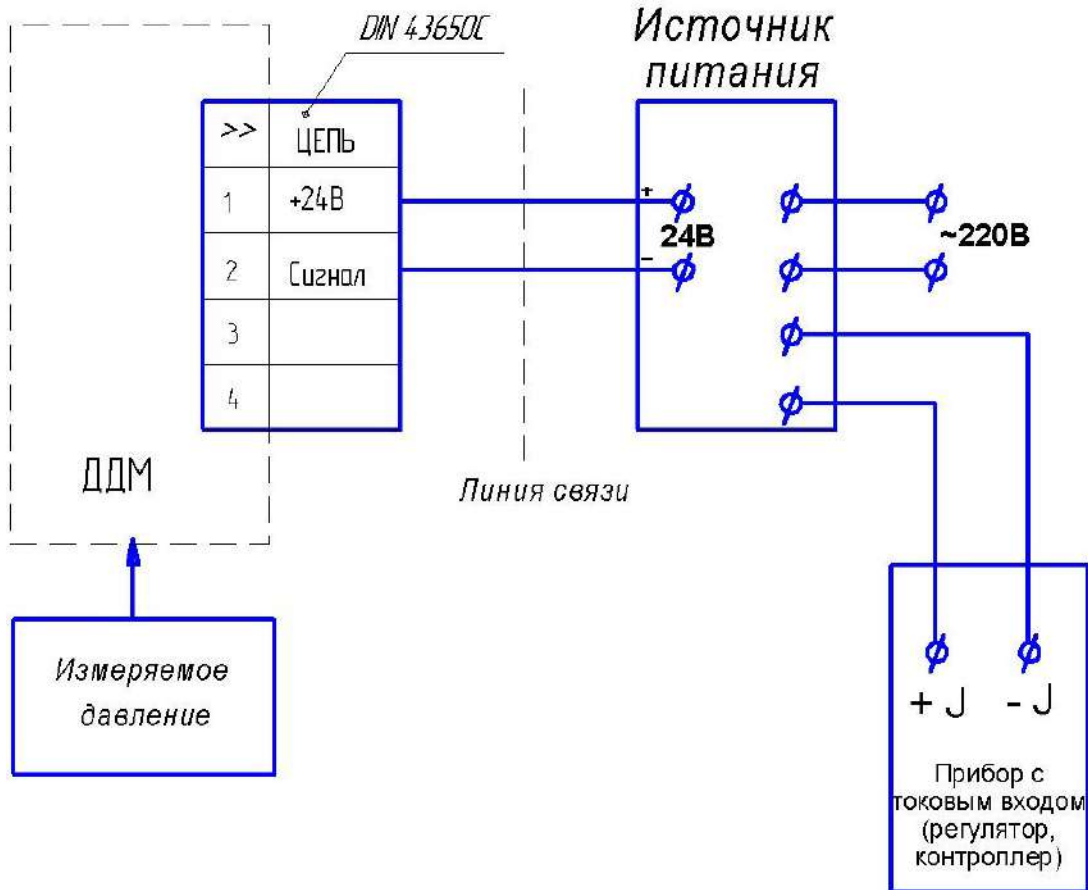
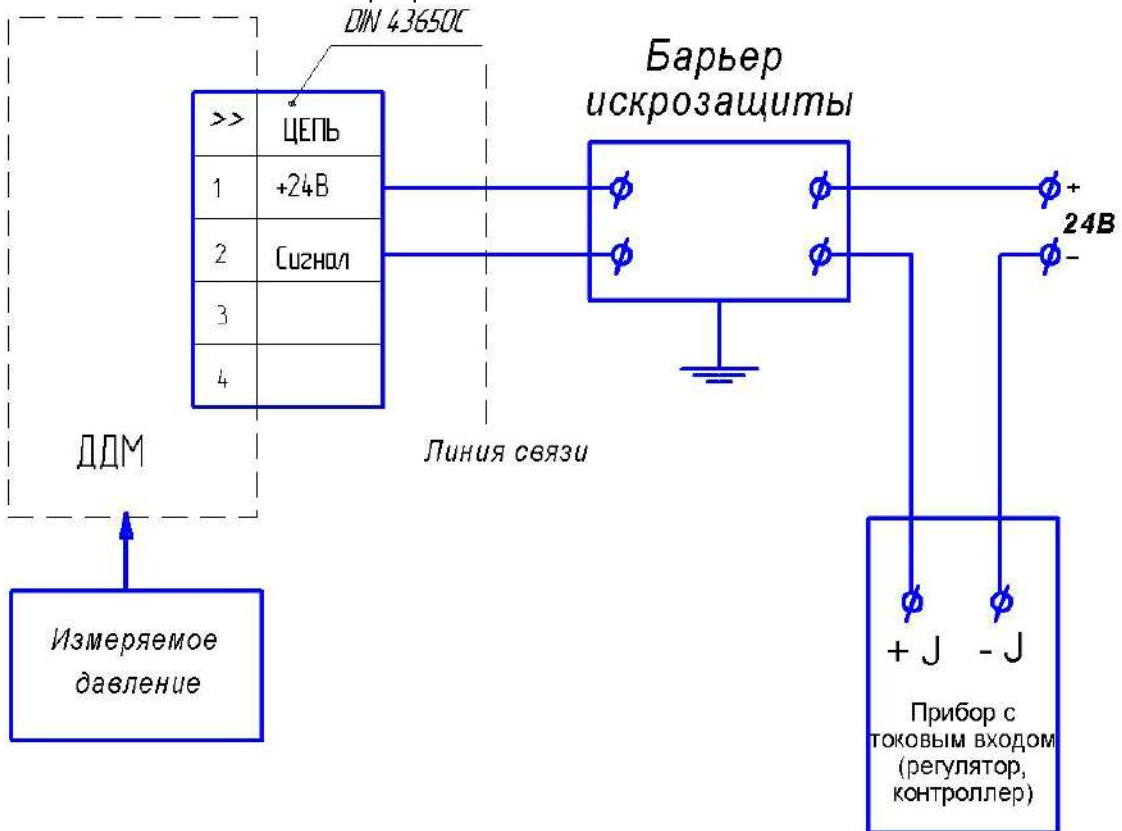

Рис.8. Схема подключения датчика ДДМ-03-Ех на объекте с применением взрывозащищенного источника питания.
Рис.9. Схема подключения датчика ДДМ-03-Ех на объекте с применением барьера искрозащиты.
3.2.1. Монтаж датчиков ДДМ-03-Ех должен производиться в соответствии со схемой подключений (рис.8 или рис.9 ПРИЛОЖЕНИЕ2), руководством по эксплуатации с соблюдением требований гл. 3.4 «Правил технической эксплуатации электро-